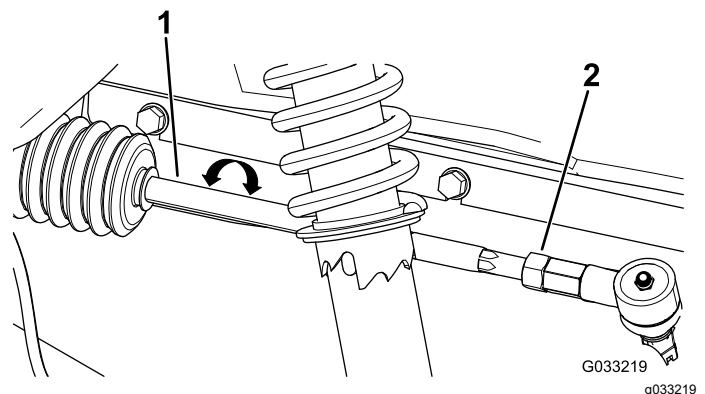

Figura 50
1. Afloje las tuercas autoblocantes en el extremo exterior de las bielas (Figura 50).